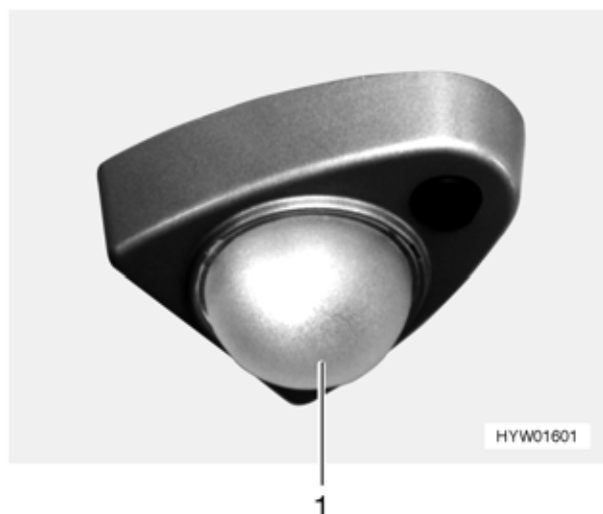

Fig. 191 Faretto (variante 1)
- Girare con due dita il vetro della lampada (Fig. 191,1) in senso orario.